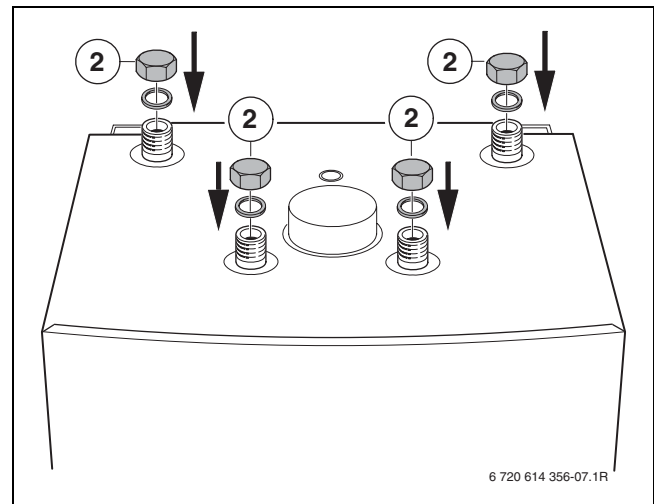

Bild 5
- ▶ Vor dem Füllen des Speichers die Blindkappen an den nicht benötigten Blindstutzen montieren (→ Bild 5 auf Seite 8).